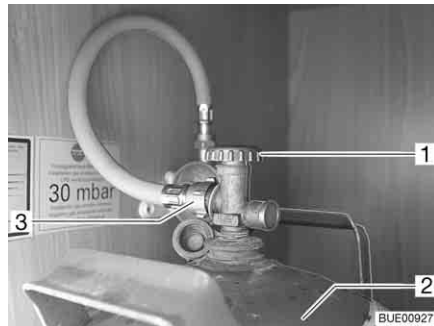

Fig. 164 Compartiment à gaz
- Fermer le robinet principal (Fig. 164,1) de la bouteille de gaz (Fig. 164,2). Observer le sens de la flèche.
- Dévisser la lyre (Fig. 164,3) de sur la bouteille de gaz.